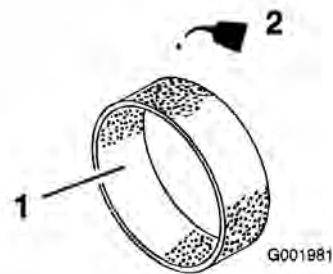

図 44
4. 乾いたら新しいエンジン・オイルを 30～60 cc 含ませる（図 44）。